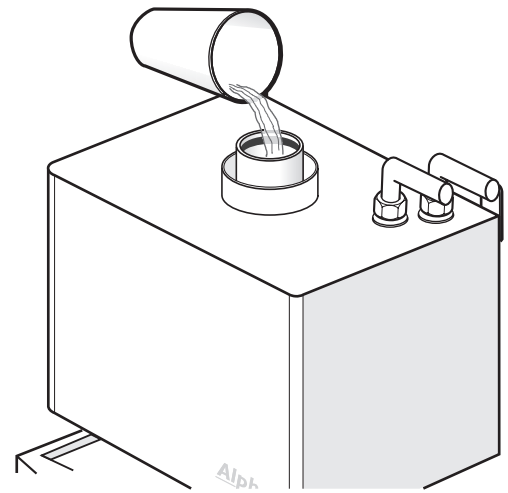

Fig. 10
5.5 PRIME THE GASSAVER - Fig. 10